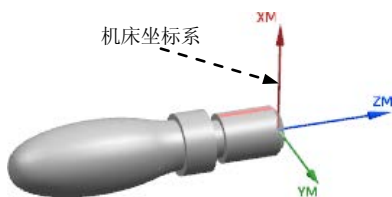

图 4.14 创建机床坐标系
Step3. 推动坐标系中间的小球，使其绕 XC 轴旋转 -180° ，单击“CSYS”对话框中的  按钮，此时系统返回至“MCS 主轴”对话框，完成图 4.14 所示机床坐标系的创建。